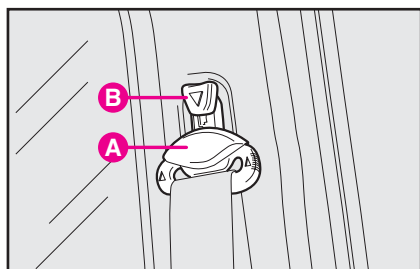

рис. 8
**Чтобы поднять ремень:** переместите петлю **А** (рис. 8) вверх в требуемое положение.